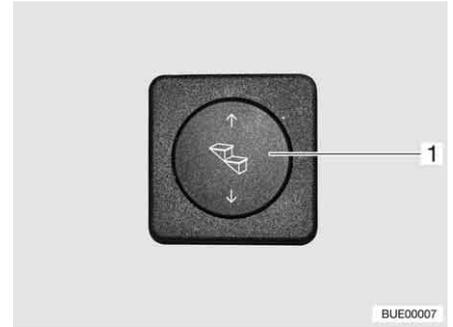

Fig. 4 Pulsador de mando escalón de entrada
- Pulsar la parte inferior del pulsador basculante (Fig. 4,1) y mantenerlo pulsado (por lo menos 3 segundos) hasta que esté completamente extraído el escalón de entrada.
- Pulsar la parte superior del pulsador basculante (Fig. 4,1) hasta que haya introducido completamente el escalón de entrada.